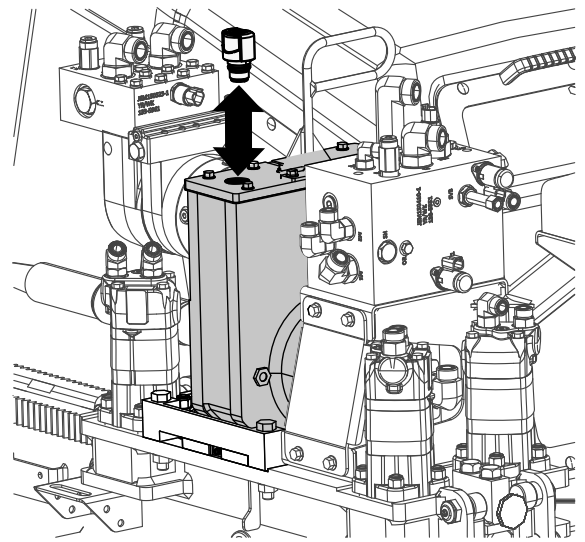

Figura 102
5. Retire el tapón del respiradero (Figura 102).
7. Coloque el tapón del respiradero (Figura 102).